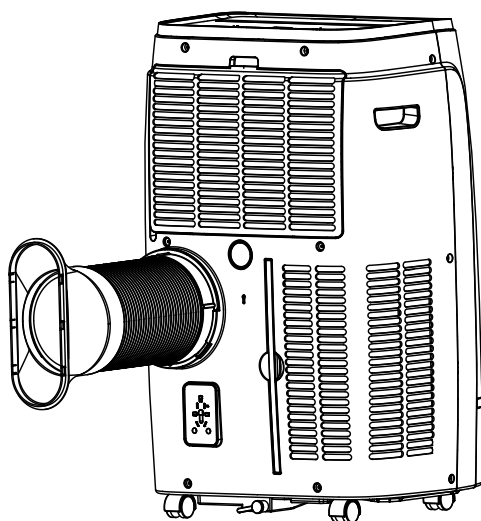

Fig.1
1. Estendere il tubo flessibile quanto basta per raggiungere l'esterno (max 1,5 m) e agganciarlo alla parte posteriore del climatizzatore (Fig.1)
1. Per realizzare il foro nel vetro si consiglia di portare dal vetraio anche l'accessorio kit oblò (Fig. 1)
(Fig. 1)